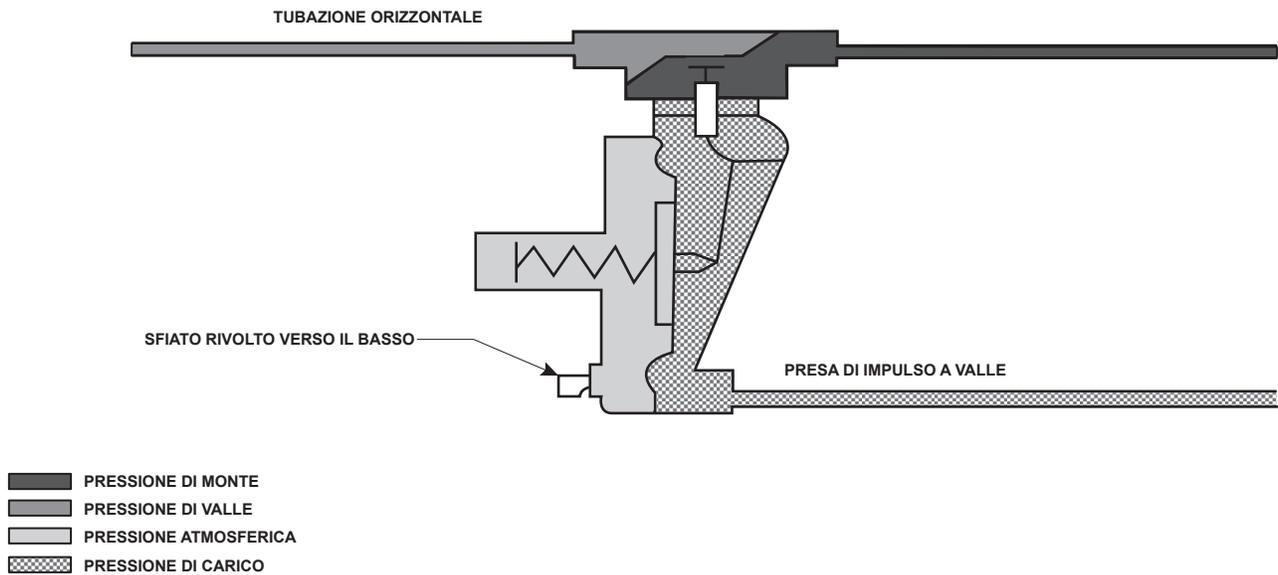

Figura 3. Drenaggio coperchio attuatore Tipo T205B
2. Il regolatore può essere installato in qualsiasi posizione purché il flusso attraverso il corpo segua la direzione indicata dalla freccia sul corpo. Per un corretto funzionamento al fine di ottenere le portate pubblicate in condizioni di valori di taratura bassi, lo sfianto del coperchio molla deve essere rivolto verso il basso, come indicato nella Figura 1. Per un drenaggio completo dell'attuatore, il regolatore deve essere installato come indicato nella Figura 3. Se è richiesto un funzionamento continuo del sistema durante l'ispezione o la manutenzione, installare una valvola di bypass a tre vie attorno al regolatore.